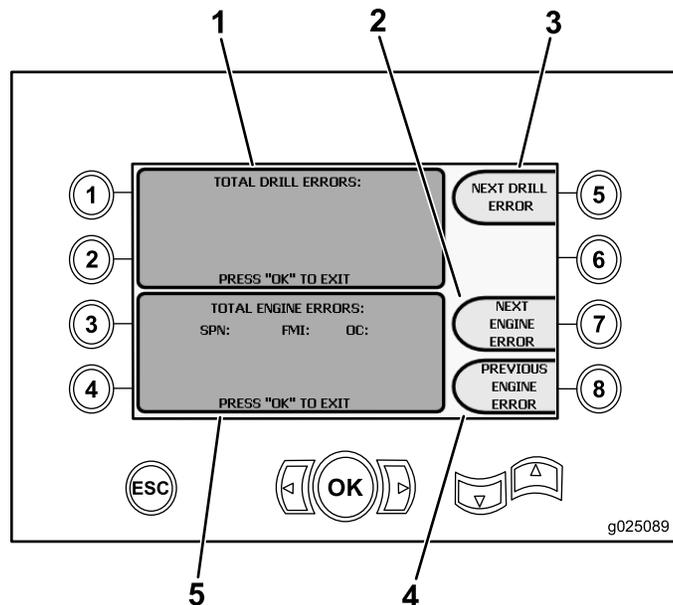

Figura 16
- Botão 3 – Ler códigos de erro (Figura 16)
Se for exibido mais de 1 erro de perfuração ou do motor na tela, pressione o botão 5 para exibir o próximo erro de perfuração, o botão 7 para exibir o próximo erro do motor ou o botão 8 para exibir o erro anterior do motor (Figura 16).
Nota: Se não houver erros de perfuração ou do motor, pressione o botão OK para sair desta tela (Figura 16).